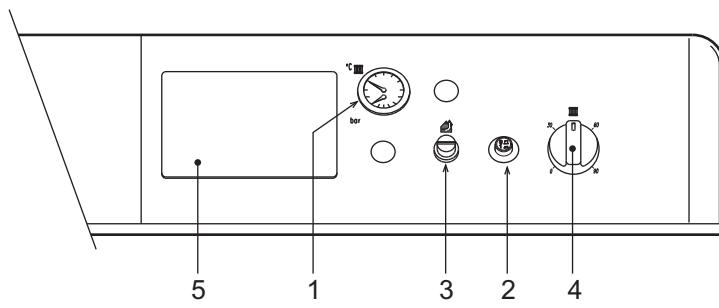

рис. 1 - Панель управления
- Установите кнопку включения "2" (рис. 1) в положение OFF (Выкл).
- Поместите термостат регулировки котла (поз. 4 - рис. 1) на минимальное значение.
- Поместите термостат регулировки котла (поз. 4 - рис. 1) на требуемое температурное значение (не менее 50°).
Если повернуть термостат регулировки котла 4 (рис. 1) по часовой стрелке, температура воды в системе отопления повышается, и наоборот, против часовой стрелки - уменьшается. Температуру воды в системе отопления можно регулировать в пределах от 30° до 90°. Однако не рекомендуется эксплуатировать котел при температуре ниже 45°.
Задайте с помощью комнатного терmostата нужную температуру внутри помещения. По команде от комнатного терmostата котел нагревает воду в системе отопления до температуры, заданной с помощью терmostата регулировки котла 4 (рис. 1). При достижении в помещении желаемой температуры котел выключается.
При заполнении холодной системы отопления, давление воды, контролируемое по показанию установленного на котле термогигрометра (поз. 1 - рис. 1), должна составлять примерно 1,0 бар. Если во время работы давление воды в системе упало (из-за испарения растворенных в воде газов) до величины ниже вышеуказанного минимума, пользователь должен открыть кран подачи воды и довести давление до первоначального значения. По окончанию операции всегда закрывайте кран подачи воды.
Блокировка котла вследствие недостаточного удаления продуктов горения	Открутите крышку терmostата дымовых газов (поз. 3 - рис. 1) и нажмите на кнопку под ним. В случае повторяющихся блокировок котла обратитесь в ближайший сервисный центр